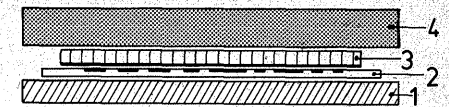

Bild 1.28 Schichtung zur Fotokopie des Leiterbahnbildes:
- klemmen Sie alles mit den Wäscheklammern zusammen (Bild 1.28, 1-4)